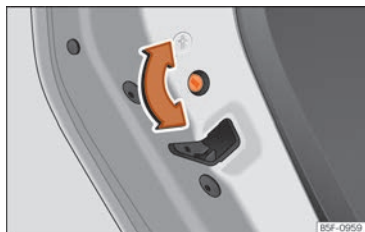

Fig. 57 Seguro para niños de la puerta izquierda.
- Con la puerta abierta, gire la ranura con la llave del vehículo en sentido horario para las puertas izquierdas » fig. 57 y en sentido antihorario para las puertas derechas.
- Con la puerta abierta, gire la ranura con la llave del vehículo en sentido anti-horario para las puertas izquierdas » fig. 57 y en sentido horario para las puertas derechas.